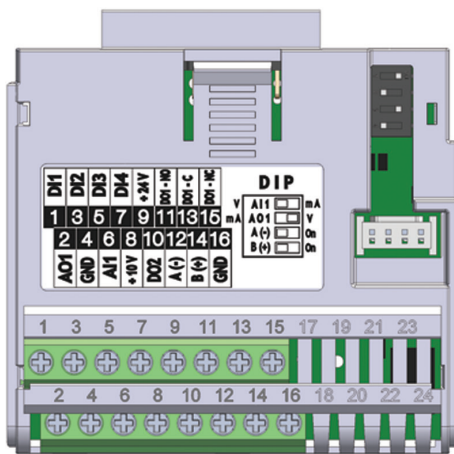

Figura 19.1: Módulo Plug-in CFW500-IOS
O módulo plug-in CFW500-IOS possui somente a interface Serial (1) através da porta RS485 nos bornes 12 (A-) e 14 (B+), veja Figura 19.1 na página 19-1.